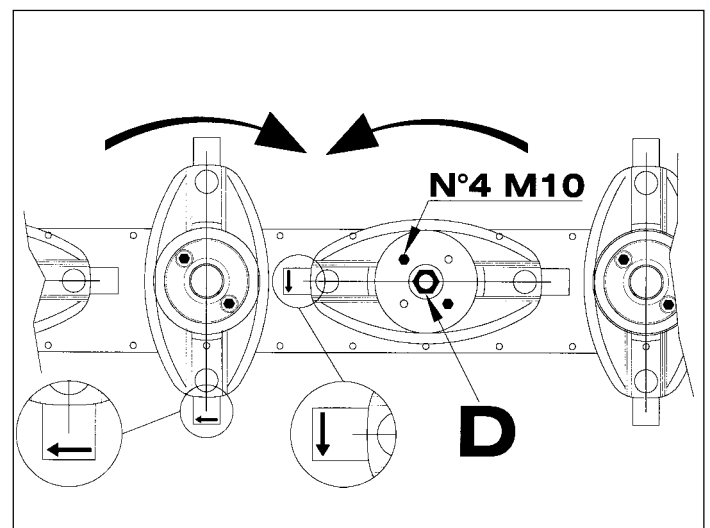

Fig. 17
Los discos ovales están montados en un soporte sujetos con 4 tornillos M10 cuyo ajuste se deberá controlar periódicamente; se deben colocar de manera tal que el eje mayor de cada uno se posicione perpendicularmente al disco adyacente (fig. 17).
- * los discos presentan excesivo juego —> controlar la correcta fijación de los mismos verificando el ajuste de la tuerca autobloqueante **D** fig. 17 (par 18 Kgm = 180Nm) presente debajo de los cubre-discos.